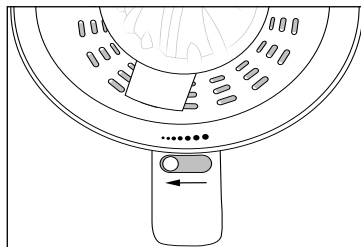
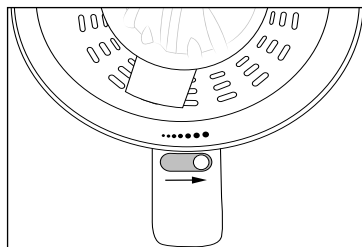

Fig. 2
Fig. 3
- ◆ Utilizando o botão seletor ⑥ opte por um sumo com polpa de fruta mais fina (pontos pequenos, Fig. 2) ou mais grossa (pontos grandes, Fig. 3).